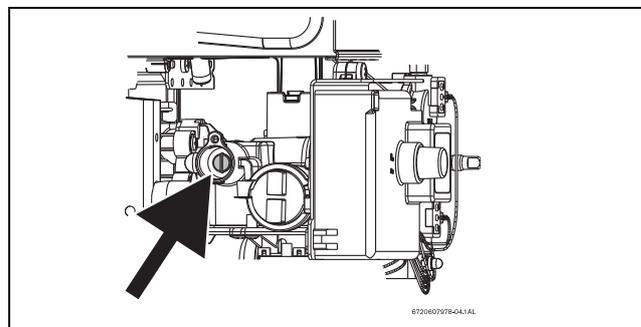

Fig. 15 Vis de réglage du débit maximal du gaz
- ▶ Retirer le joint de la vis de réglage (fig. 15).
- ▶ A l'aide de la vis de réglage (fig. 15), régler la pression jusqu'à ce que les valeurs indiquées dans le tableau 6 soient obtenues.